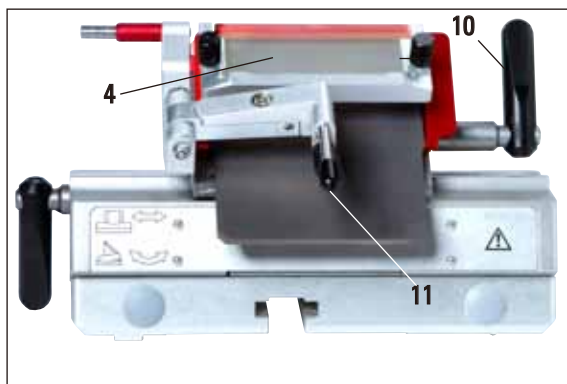

图 4
4. 顺时针转动并锁紧锁杆 (10) (参见图 4)。
5. 通过锁杆 (11) 将防卷系统 (4) 向右折回 (朝向刀片)。